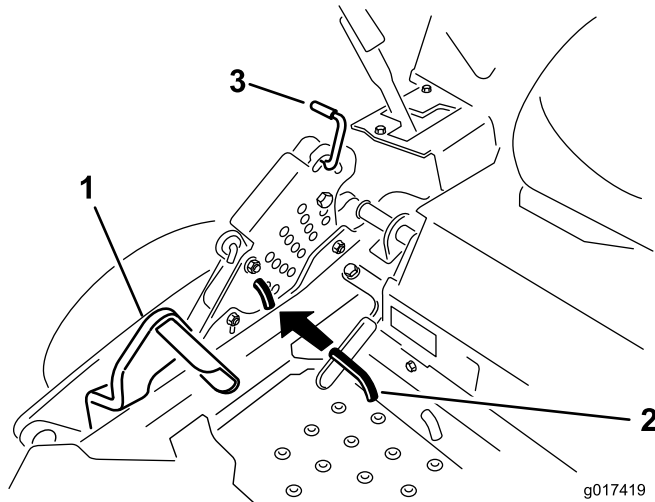

図 71
5. デッキ昇降ペダルを前方向に一杯に踏み込んでデッキを移動走行位置にロック刈高 14 cm 位置にロックする図 71。